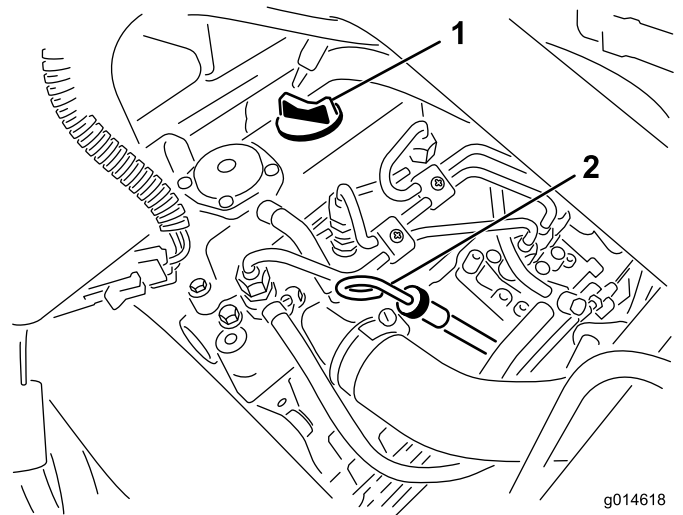

Figura 27
2. Retire a vareta e limpe-a com um pano limpo (Figura 27). Volte a colocar a vareta no tubo e verifique se está completamente introduzida. Retire a vareta do tubo e verifique o nível de óleo. Se o nível de óleo estiver baixo, retire o tampão de enchimento da cobertura da válvula e **lentamente** adicione óleo suficiente para elevar o nível de óleo até à marca Full, existente na vareta. Adicione o óleo lentamente e verifique o nível com alguma frequência durante o procedimento. **Não encha demasiado.**